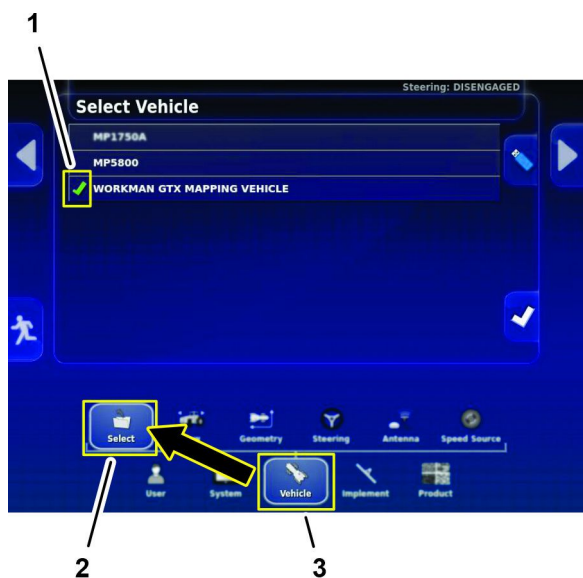

Figura 202
1. En la pantalla de configuración, presione el icono VEHÍCULO y el icono SELECCIONAR (Figura 202).